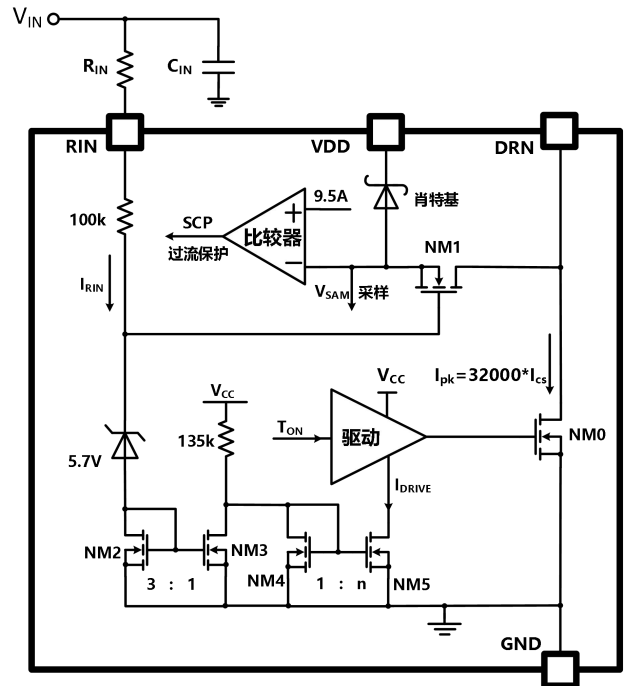

图 7.3.1 启动与关断速度
如图 7.3.1 所示，VPS2103 的 RIN 引脚与变换器输入 VIN 之间连接电阻 RIN，该电阻有三个作用：①、为内部启动管 NM1 提供偏置电流；②、编程内部功率 MOS 管 NM0 的关断速度；③、前馈补偿功能。